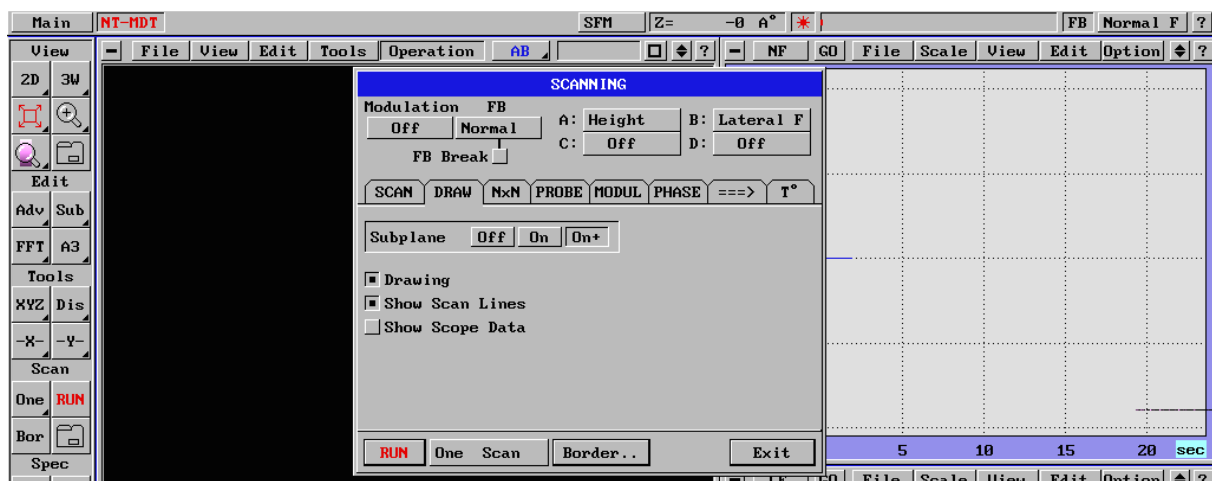

Fig. 173
- Drawing - on (Fig. 173)
- Subplane - on+ (Fig. 173)